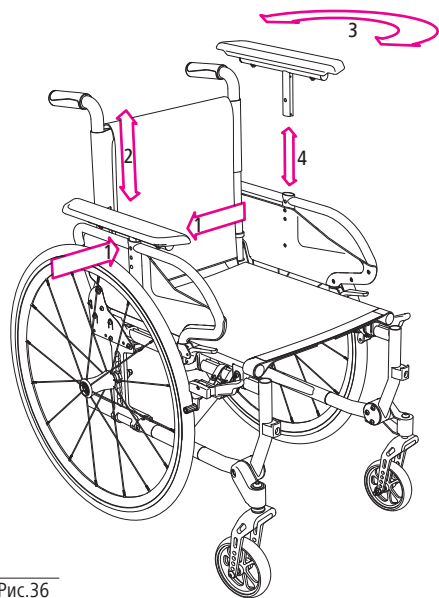

Рис.36
1. Щоб відрегулювати висоту, відкрутіть гвинти (1, рис. 36).
2. Тепер встановіть підлокітник в потрібне положення і на потрібну висоту (2, рис. 36).
3. Щоб вибрати довжину («короткий» або «довгий»), повністю зніміть підлокітник, поверніть його на 180° (3, рис. 36), а потім знову вставте, але на протилежну сторону (4, мал. 36).
4. Знову встановіть гвинт і надійно затягніть його (1, рис. 36).